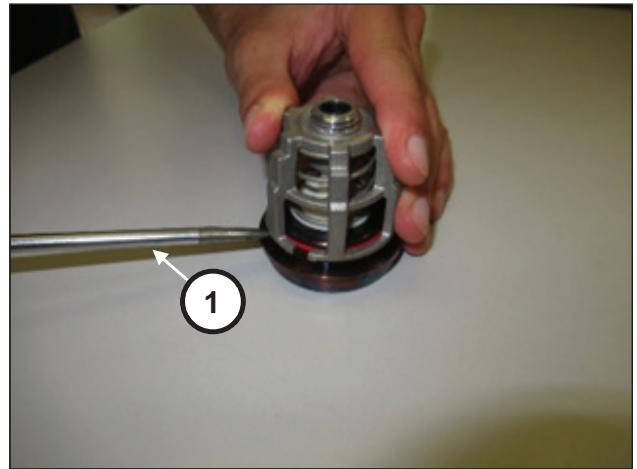

Fig. 108
Desmonte os grupos de válvulas de aspiração e descarga fazendo alavanca com ferramentas comuns (pos. ①, Fig. 108).